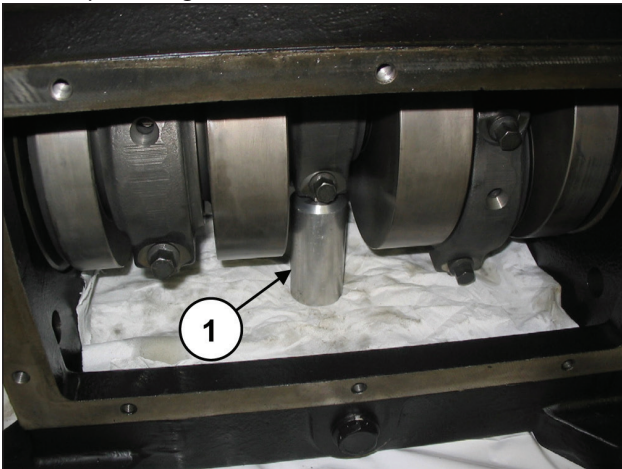

Fig. 17
Insira uma espessura abaixo da haste para bloquear a rotação do eixo (pos. ①, Fig. 17).